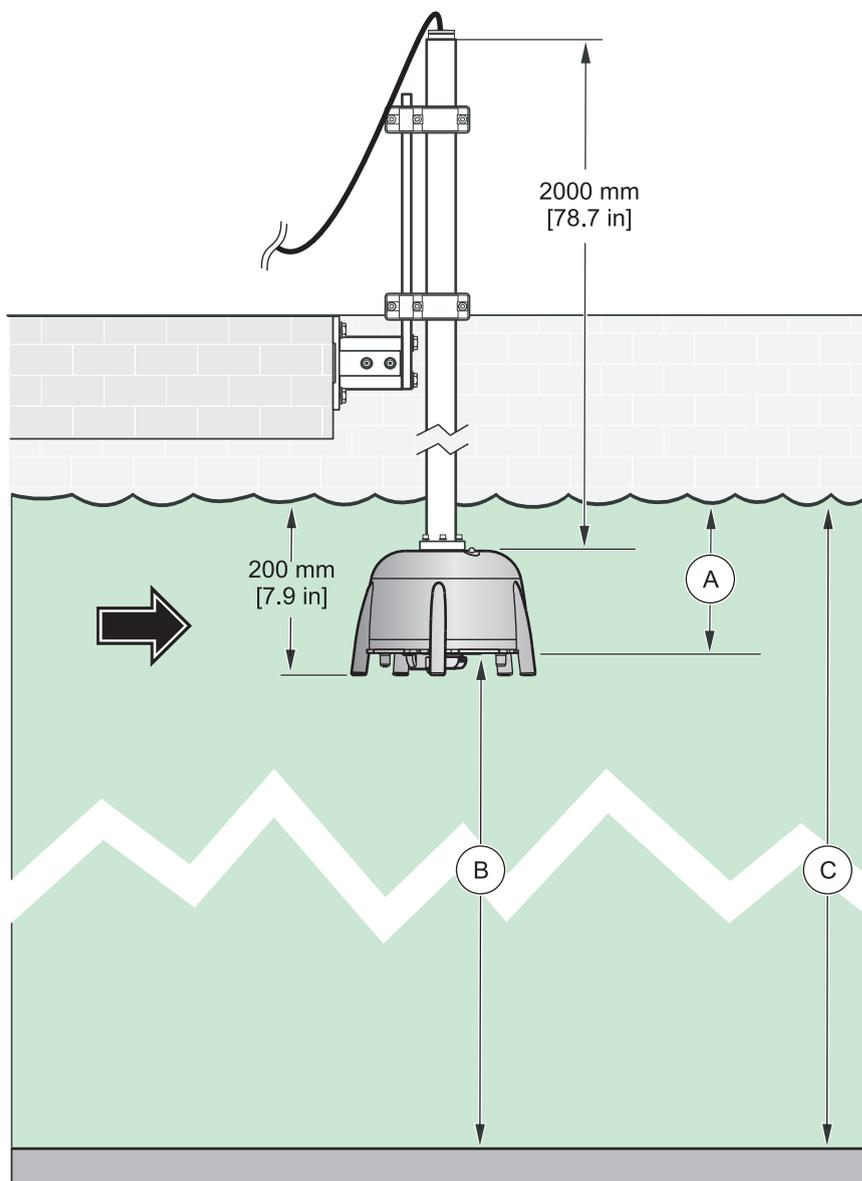

Рисунок 10 Глубина погружения—глубина резервуара
4. В меню датчика CALIBRATE (КАЛИБРОВКА) введите точную глубину погружения датчика (Поз. А, Рисунок 10) в пункте PLUNGERDEPTH (Глубина погружения).
6. В меню датчика CALIBRATE (КАЛИБРОВКА) введите записанное значение глубины резервуара (Элемент С, Рисунок 10) в пункте меню TANK DEPTH (Глубина резервуара).